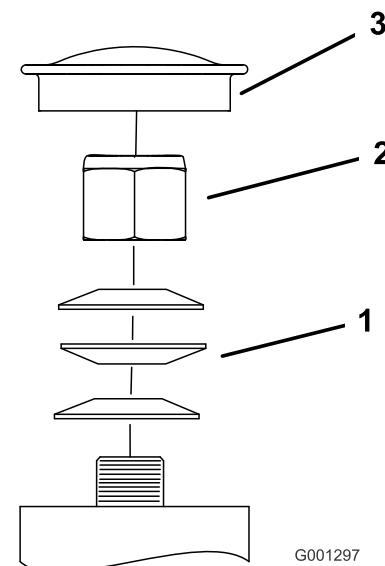

Figure 50
3. Retirez le capuchon anti-poussière de la roue pivotante et serrez le contre-écrou (Figure 50).
4. Continuez de le serrer jusqu'à ce que les rondelles élastiques soient aplatis, puis desserrez-le de 1/4 de tour pour obtenir la précharge correcte des roulements (Figure 50).
- Important:** Veillez à placer les rondelles comme illustré (Figure 50).
5. Remettez le capuchon anti-poussière en place (Figure 50).